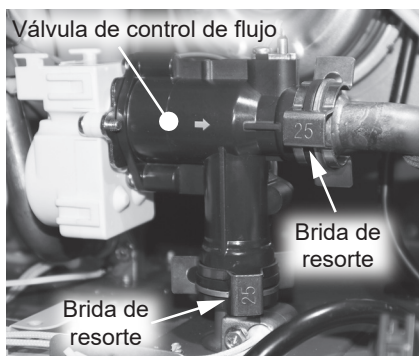

Figura 99 - Ubicación y desconexión de la válvula de control de flujo
- 15** Ubique la válvula de control de flujo en el calentador de agua, como se muestra en la Figura 99.
- 16** Retire las dos bridas de resorte (tamaño 25) que fijan la válvula de control de flujo al sistema de tuberías. Deje las bridas de resorte a un lado en un lugar seguro para volver a instalarlas. Consulte la Figura 99.
Instale bridas de resorte en la válvula de control de flujo para fijarla a las conexiones de las tuberías. Consulte la Figura 99. Verifique que las conexiones de agua estén firmes y que no tengan fugas.